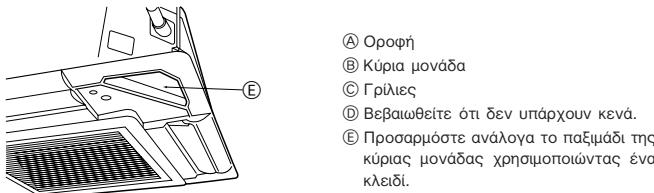

Fig. 5-7
5.4.3. Πώς στερεώνονται οι γρίλιες (Fig. 5-7)